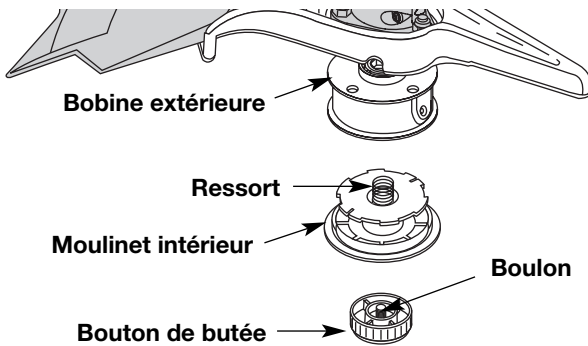

Fig. 23
1. Tenez la bobine extérieure d'une main et dévissez le bouton de butée vers à droite (Fig. 23). Inspectez le boulon à l'intérieur du bouton de butée pour vous assurer qu'il se déplace librement. Remplacez le bouton de butée s'il est endommagé.
2. Retirez le moulinet intérieur de la bobine extérieure (Fig. 23).
3. Retirez le ressort du moulinet (Fig. 23).
1. Tenez la bobine extérieure d'une main et dévissez le bouton de butée vers à droite. Inspectez le boulon à l'intérieur du bouton de butée pour vous assurer qu'il se déplace librement. Remplacez le bouton de butée s'il est endommagé (Fig. 23).
2. Retirez l'ancien moulinet intérieur de la bobine extérieure (Fig. 23).
3. Retirez le ressort de l'ancien moulinet intérieur (Fig. 23).